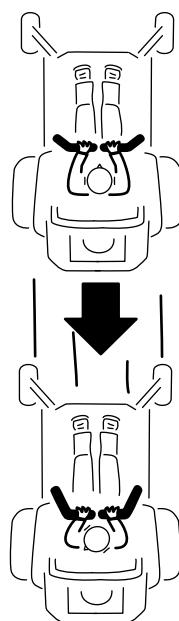

Рисунок 34
2. Для перемещения назад медленно передвиньте рычаги управления движением назад (Рисунок 34).